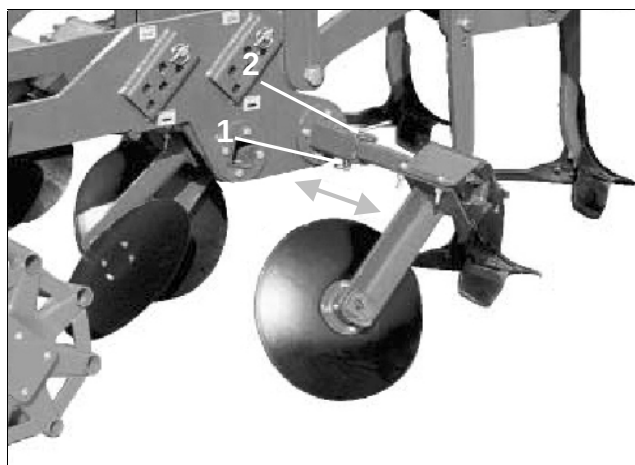

Fig. 16
- Irrota sokka (Fig. 16/1).
- Irrota kiinnitystappi (Fig. 16/2).